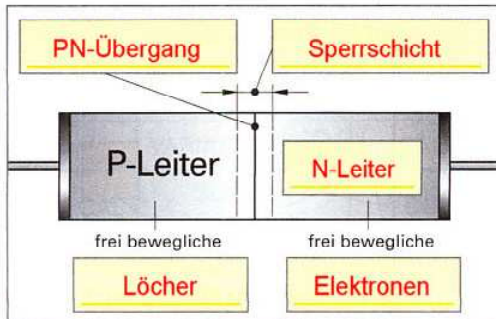

Bild 1: Übergang vom P- auf den N-Leiter
- 1 Benennen Sie in Bild 1 die Bereiche einer Halbleiterdiode und geben Sie die Ladungsträger an.